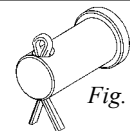

Fig. 16.1.b
7. Abaissez le tube adaptateur et fixez-le à la bague à cardan du mécanisme inférieur. Posez les paliers comme illustré en figure 16.1.c. Serrez fermement les vis ①. Serrez les vis de blocage ②. Utilisez une colle frein filet.
8. Ajustez le profil d'enroulement de sorte que le repère (voir page 26) soit au même niveau que l'adaptateur en ④. Serrez les vis fermement.